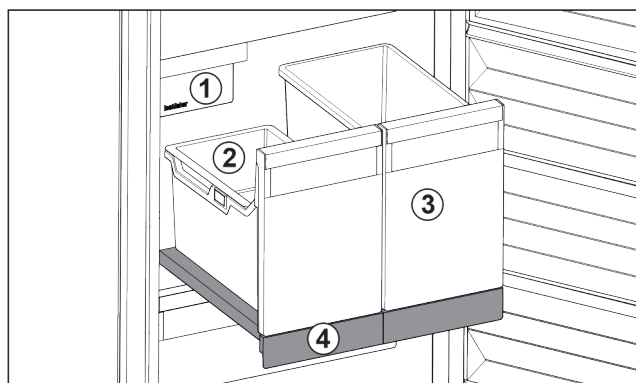

Fig. 98 Vysouvací přihrádka s IceTower
Na vysouvací přihrádce jsou dvě vysoké nádoby (IceTower). V nádobě Fig. 98 (2) se shromažďují a skladují kostky ledu z IceMaker. Nádobu Fig. 98 (3) se hodí pro skladování vysokých potravin jako pizzy nebo alkoholické nápoje.